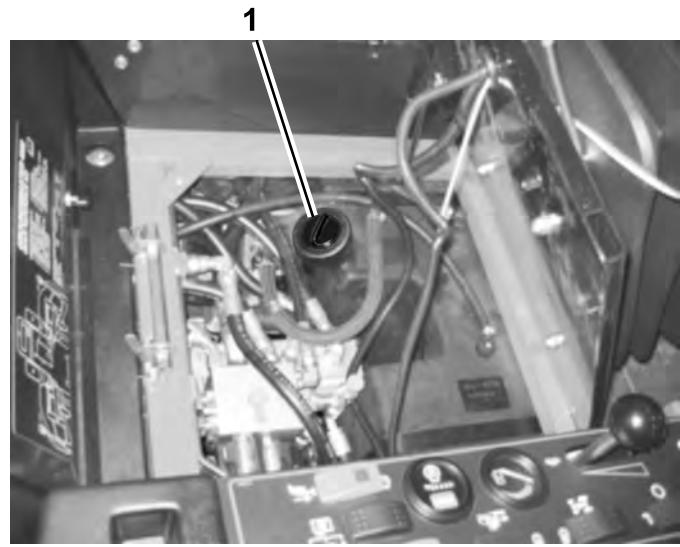

Figure 68
3. Remplissez le réservoir (Figure 68) d'environ 30 l d'huile hydraulique (voir Contrôle du niveau de liquide hydraulique).